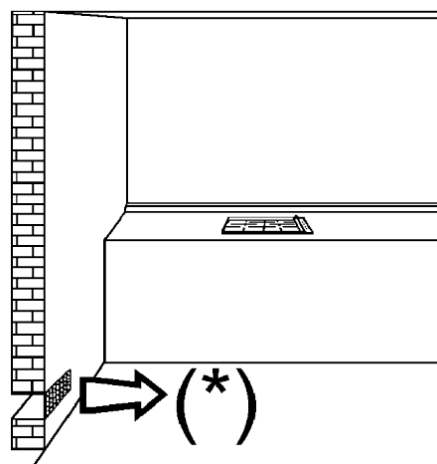
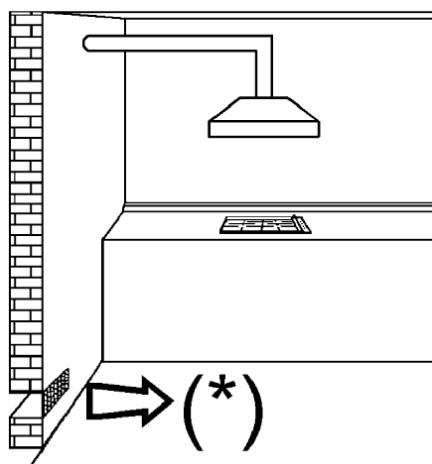

FIG. 3
FIG. 4
- *L'utilisation d'un appareil de cuisson à gaz génère chaleur et humidité dans le local où il a été installé. Par conséquent, il est nécessaire d'assurer une bonne ventilation du local, par maintenir libres des obstacles les rainures de ventilation naturelle (fig. 3) et par brancher le dispositif mécanique de ventilation (hotte aspirante ou ventilateur électrique, fig. 4 et fig. 5).*
Le flux naturel de l'air doit se réaliser par chemin direct à travers des ouvertures permanentes, faites dans les parois du local qu'il faut ventiler. Ces ouvertures doivent se connecter avec l'extérieure et avoir une section minimale de 100 cm² (voir la fig. 3). Il faut les organiser de la manière qui exclut son obstruction.
Les appareils de cuisson à gaz doivent toujours évacuer les produits de combustion au moyen de hottes connectées à cheminées, aux conduits pour fumée ou directement à l'extérieur (voir la fig. 4). En cas où il n'est pas possible d'utiliser la cheminée et à condition que les dispositions concernant la ventilation, indiquées dans les normes en vigueur, s'observent strictement, il est admis d'utiliser un ventilateur, installé sur une fenêtre ou sur une paroi avec sortie à l'extérieur; qui devra se brancher simultanément avec l'appareil (voir la fig. 5),